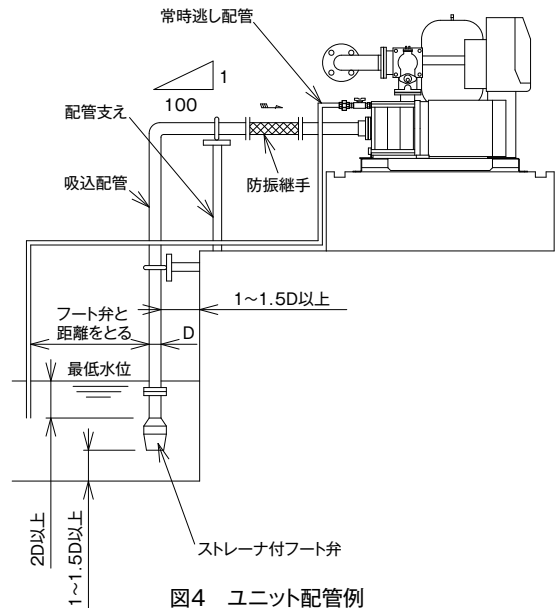

図4 ユニット配管例
- (3) 吸込配管の末端には異物の混入を防ぐ為、必ずストレーナ付フート弁を取り付けてください。
- (4) フート弁は最低水位より管径 (D) の 2 倍以上沈ませ、かつ水槽底面及び側面より管径 (D) の 1~1.5 倍以上離して設置してください。(図 4 参照)
- (5) 吸込配管は必ずポンプごとに設置し、途中に空気溜りが発生する箇所を無くすと共にポンプに向かって上り勾配 (最低 1/100 以上) を確実につけてください。(図 4 参照)
- (6) 吸込配管は、なるべく短く、曲がりを少なくしてください。